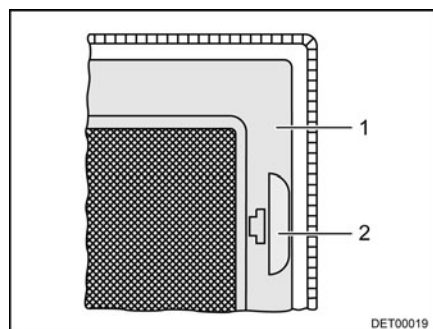

Fig. 52 Protección contra insectos
- Tirar del tirador (Fig. 52,2).
- Plegar hacia abajo la protección contra insectos (Fig. 52,1).
- Plegar hacia arriba la protección contra insectos (Fig. 52,1) hasta que encastre.